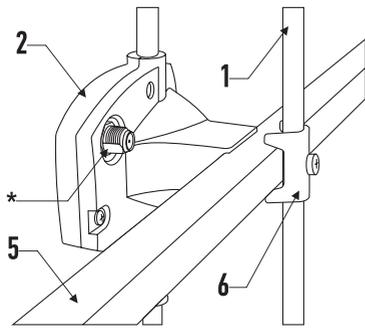

Рис.2 Узел согласования
2. Установить петлевой вибратор с узлом согласования с помощью винта М4 и скобы фиксирующей как показано на рис.2.